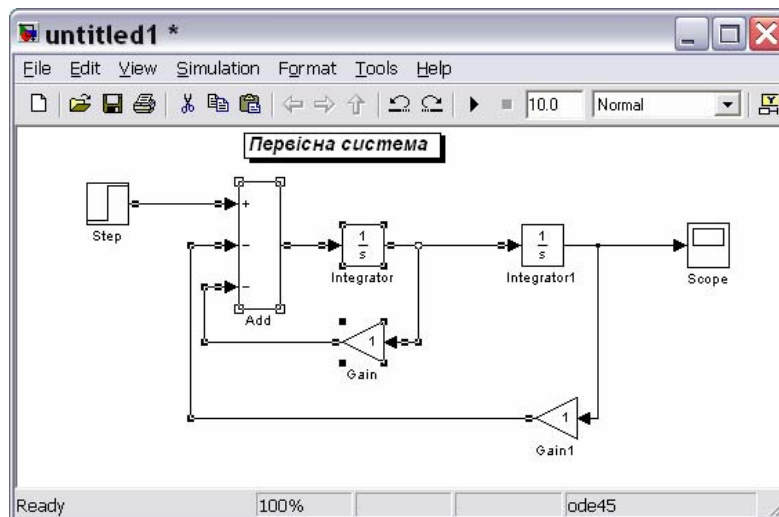

Рис. 3.72. Первісна система з виділеними блоками
- виділити рамкою блоки і з'єднувальні лінії, які потрібно включити у склад підсистеми (див. рис. 3.72);